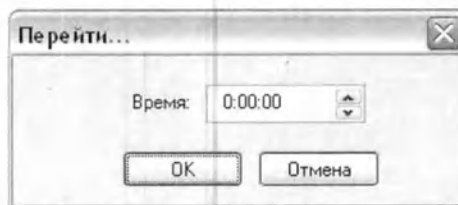

Рис. 5.17 Окно выбора позиции времени для быстрой прокрутки
4. Кнопка быстрой прокрутки. Данная кнопка позволяет прокрутить окно КТГ к определенной временной позиции. При нажатии на кнопку, открывается окно, изображенное на рис. 5.17. Для осуществления прокрутки, необходимо установить в поле «Время» с помощью цифровых клавиш на клавиатуре или с помощью кнопок  желаемую позицию времени и нажать «ОК».